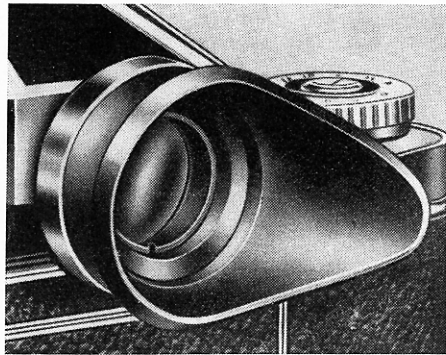

Fig. 20
Les personnes amétropes peuvent, soit garder leurs verres pour la visée, soit employer l'ocilleton de visée (Fig. 20) petit accessoire extrêmement pratique se montant sur l'oculaire (46). Il protège l'œil de toute lumière parasite et peut recevoir de l'opticien, le verre correcteur approprié.